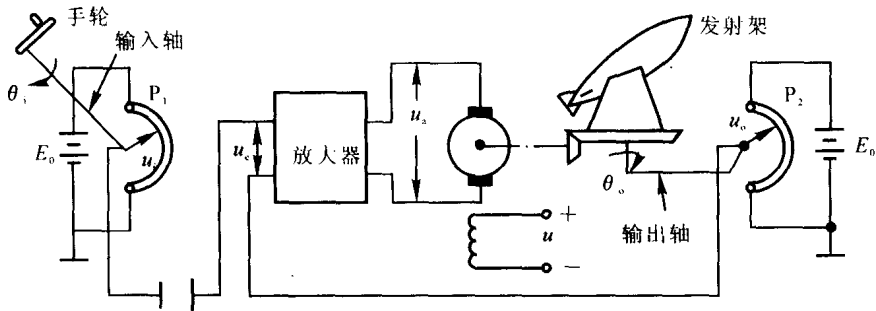

图 1.3 导弹发射架方位角控制系统原理图
2. 图 1.3 是控制导弹发射架方位的电位器式随动系统原理图。图中电位器 P_1, P_2 并联后跨接到同一电源 E_0 的两端,其滑臂分别与输入轴和输出轴相连接,以组成方位角的给定装置和反馈装置。输入轴由手轮操纵;输出轴则由直流电动机经减速器后带动,电动机采用电枢控制方式工作。